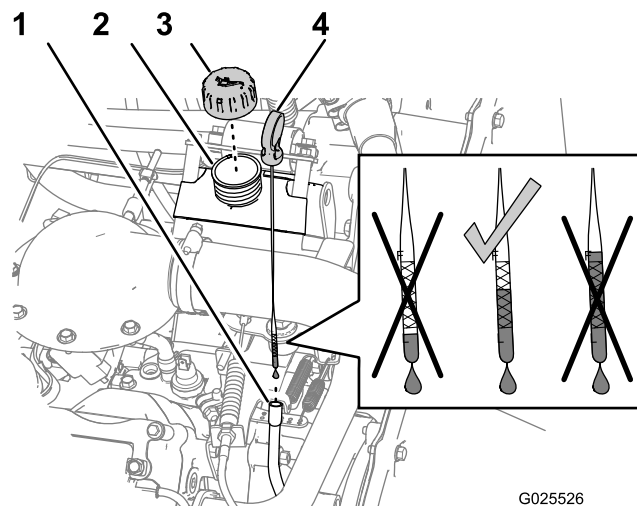

Bild 21
1. Nehmen Sie den Peilstab (**Bild 21**) heraus und wischen Sie ihn mit einem sauberen Lappen ab.
3. Entfernen Sie den Peilstab und prüfen den Ölstand (**Bild 21**).
4. Nehmen Sie bei einem niedrigen Ölstand den Fülldeckel (**Bild 21**) ab und gießen Sie genug Öl in die Öffnung, bis der Ölstand die Vollmarke am Peilstab erreicht.
5. Setzen Sie die Öleinfüllverschlusskappe auf den Füllstutzen auf (Bild 21).
6. Setzen Sie den Peilstab in das Peilstabrohr ein (Bild 21).